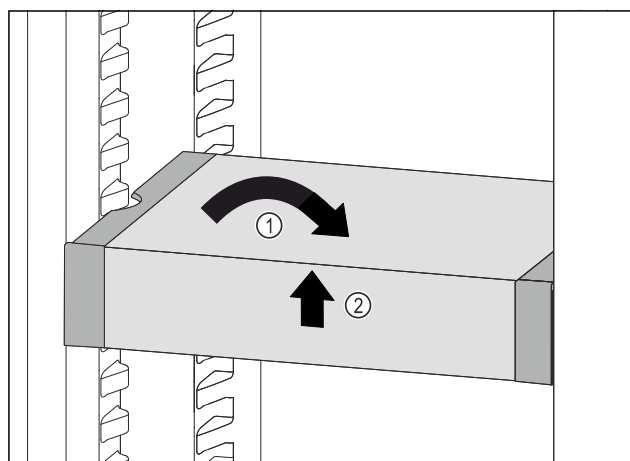

Fig. 64
- ▶ VarioSafe ustawić prosto. Fig. 64 (1)
- ▶ VarioSafe unieść z przodu. Fig. 64 (2)